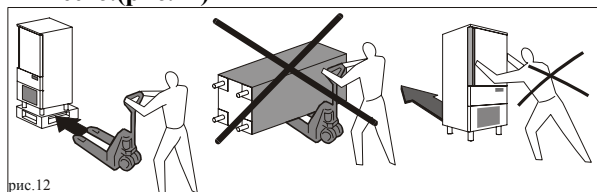

рис.12
- Разместить машину на предназначенное место. (рис.12)